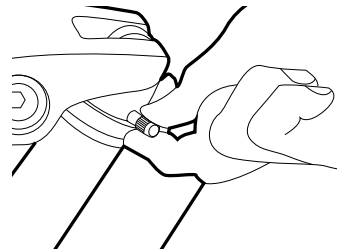

Figure 23. Manipulationen an der Ventilkappe
- Schrauben Sie die Ventilkappe ab, um Zugang zum Dämpferventil zu erhalten. Über das Ventil können Sie den Luftdruck anpassen, wie in der *Abbildung 23*.